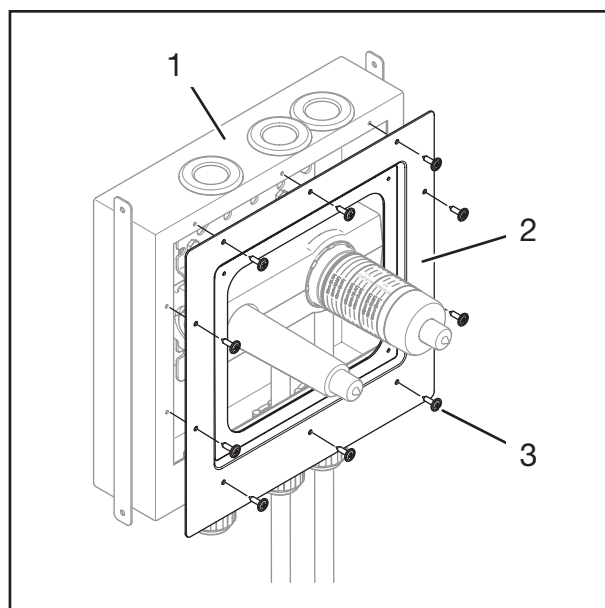

Fig. 11: Montering av ram
1. Positionera ramen (fig. 11/2) på huset (fig. 11/1).
2. Skruva fast ramen (fig. 11/2) på huset (fig. 11/1) med tio TX 20-skrivar (fig. 11/3).